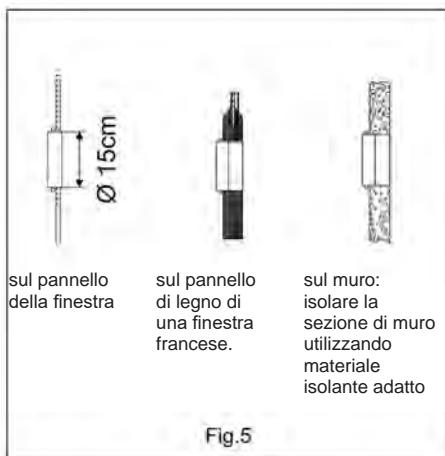

Fig.5
- Forare il muro esterno o il pannello di una finestra. Assicurarsi che la dimensione e la posizione del foro siano corrette (Fig. 5 e 6)